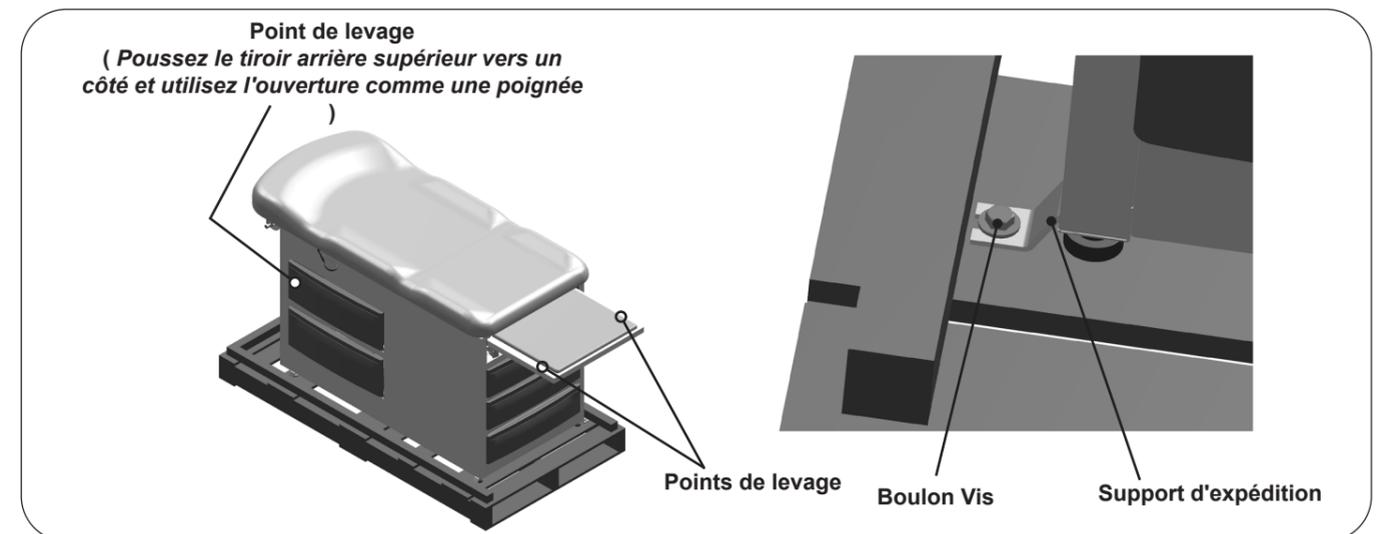

Figure 3. Points de levage de la table
2. Débloquer Retirez la table de la palette d'expédition en retirant les 4 vis de boulon de la palette avec une clé à douille de 1/2" et Retirez le support d'expédition. Voir la Figure 3.
- Retirez la table de la palette d'expédition en la soulevant aux points de levage appropriés indiqués sur la Figure 3. Le support de jambe peut être utilisé pour le levage.
- Pour éviter d'endommager la table, soulevez-la uniquement aux points indiqués sur la Figure 3.